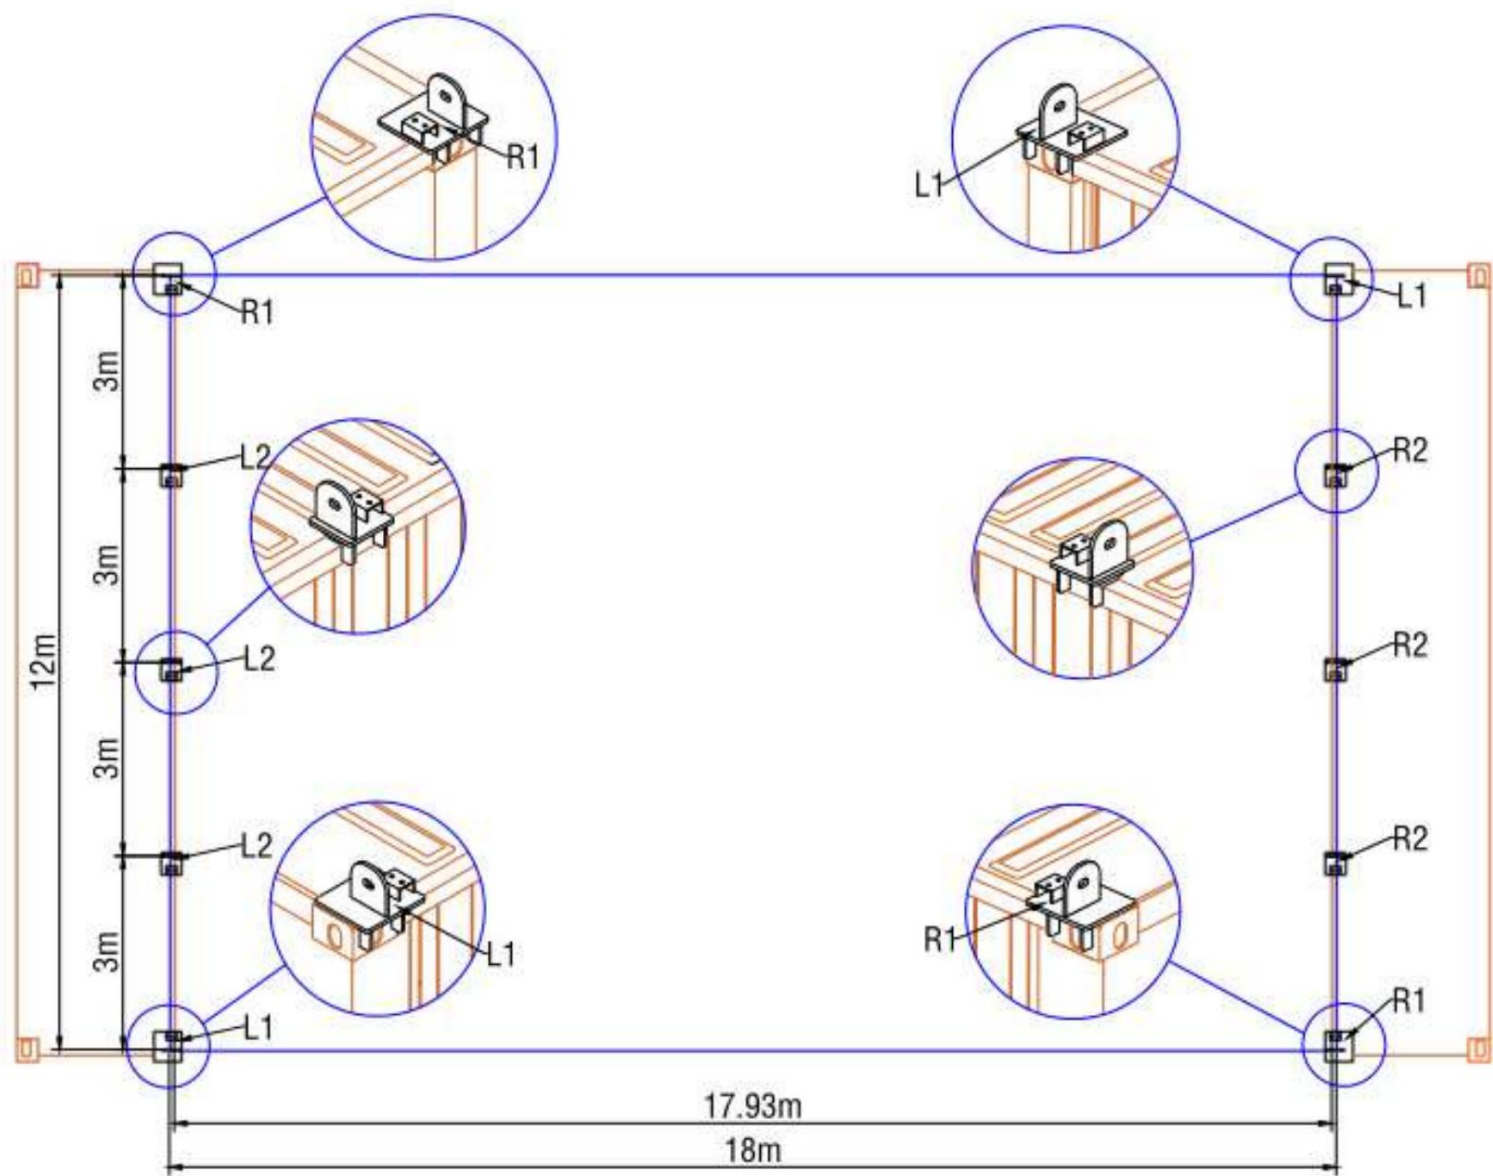

Figure 1
C. Mesurez la diagonale d'axe en axe des tubes. Ces mesures doivent être identiques à celles indiquées sur la figure 1 ci-dessous. Les plaques de base (L1/R1/L2/R2) doivent être entièrement soudées à l'intérieur et à l'extérieur.